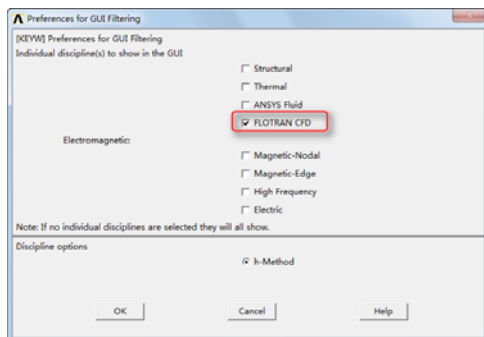

图 8-58 “Preferences for GUI Filtering”对话框
③设置参数：依次选择 Main Menu→Preferences，会出现“Preferences for GUI Filtering”对话框，选择“FLOTTRAN CFD”，如图 8-58 所示，单击“OK”按钮关闭该对话框。